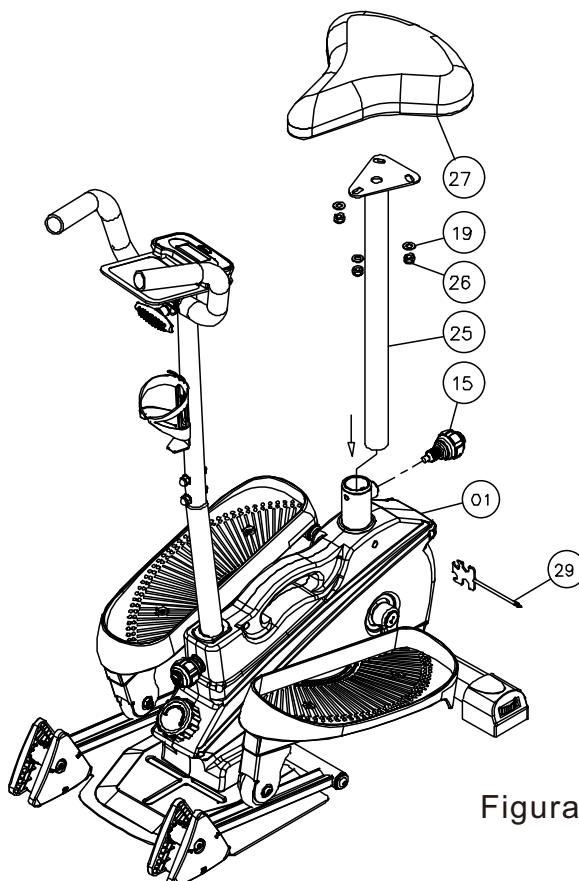

Figura 11
11. Utilice 3 tuercas de seguridad No. 26 y una arandela plana No. 19 para fijar el cojín del asiento No. 27 al soporte del asiento No. 25. Luego instálelo en el conjunto del bastidor principal No. 01 en la dirección indicada por las flechas, y fíjelo con un pomo de resorte de cabeza esférica No. 15. Como se muestra en la Figura 11: